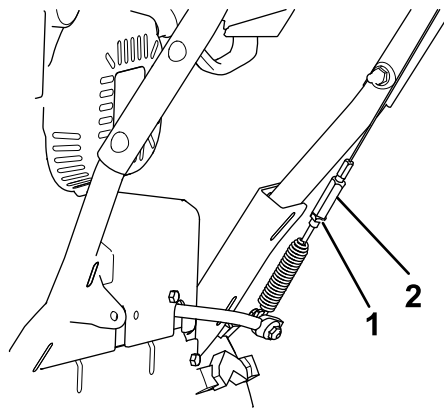

Figura 36
5. Allentate il controdamo (Figura 36).
6. Allentate o serrate il tornichetto che regola la tensione del cavo (Figura 36).